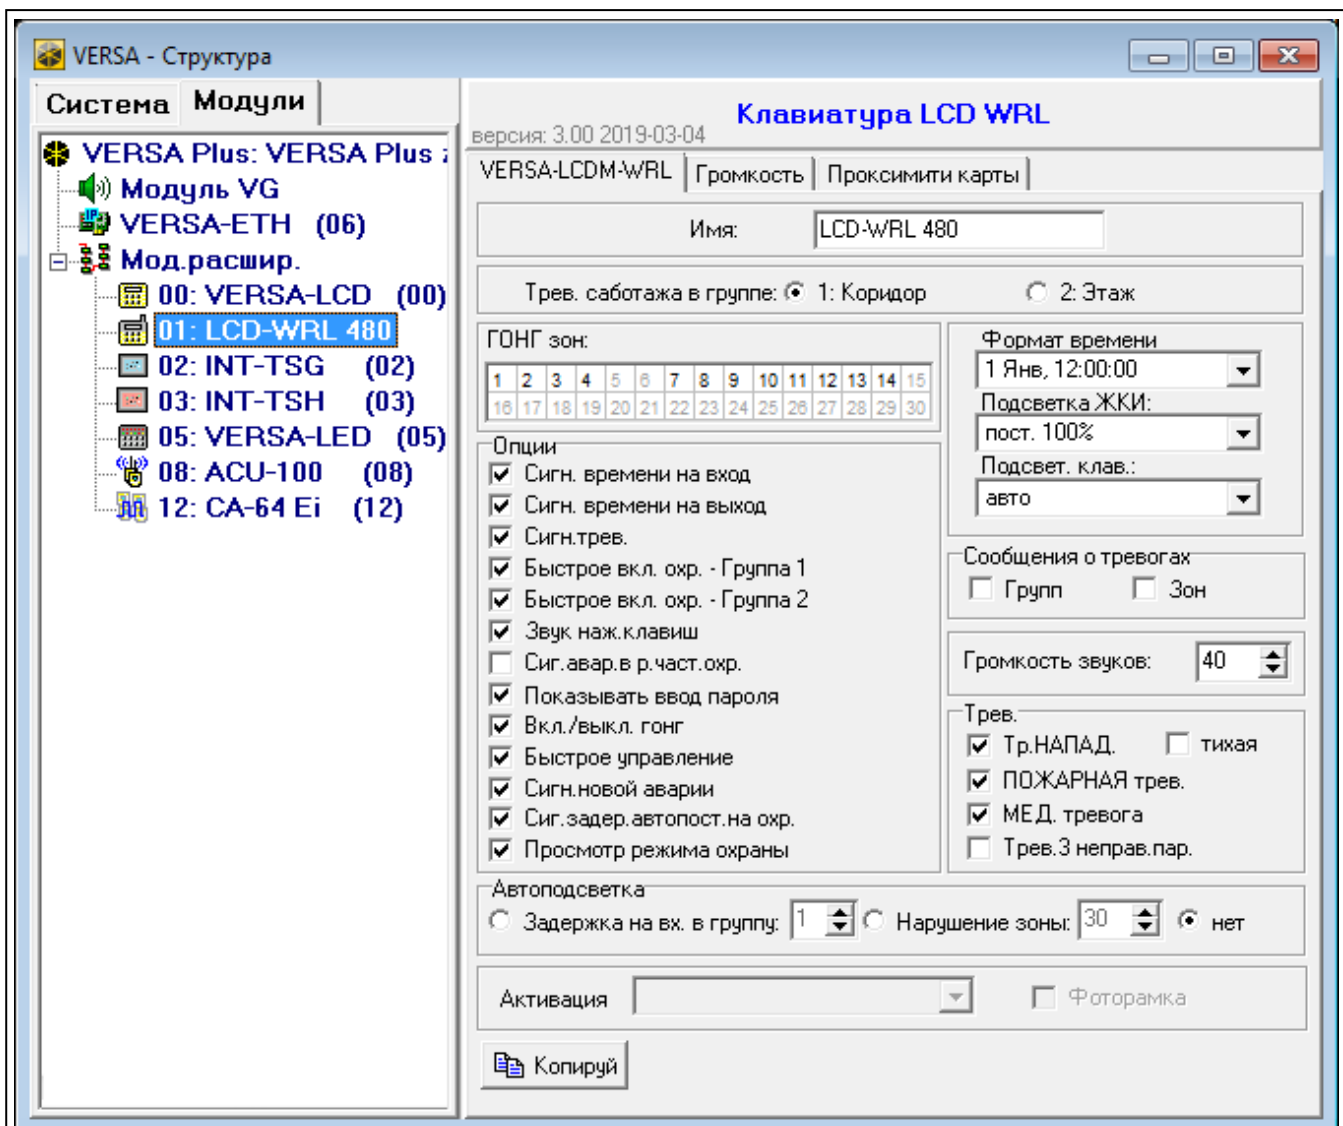

Рис. 4. Программа DloadX: установки клавиатуры, хранящиеся в приемно-контрольном приборе.
- программы DloadX: → окно "Versa – Структура" → закладка "Модули" → ветка "Модули расширения" → [название клавиатуры] (см.: рис. 4),